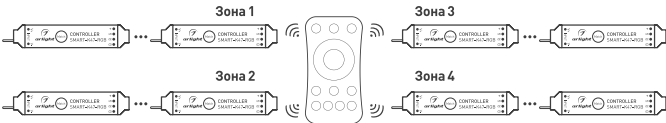

Рисунок 3. Вариант построения системы с 4-зонным пультом дистанционного управления
- 3.9. При использовании многозонных пультов ДУ или панелей можно построить разветвленную систему управления (рисунок 3).